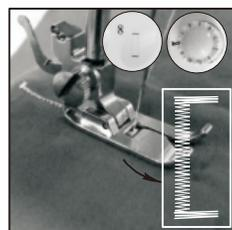

Fig.19
- (4) Elija el patrón de puntada #8, luego encienda el interruptor y cosa 5-6 puntadas a baja velocidad, luego apague el interruptor (Fig. 19).